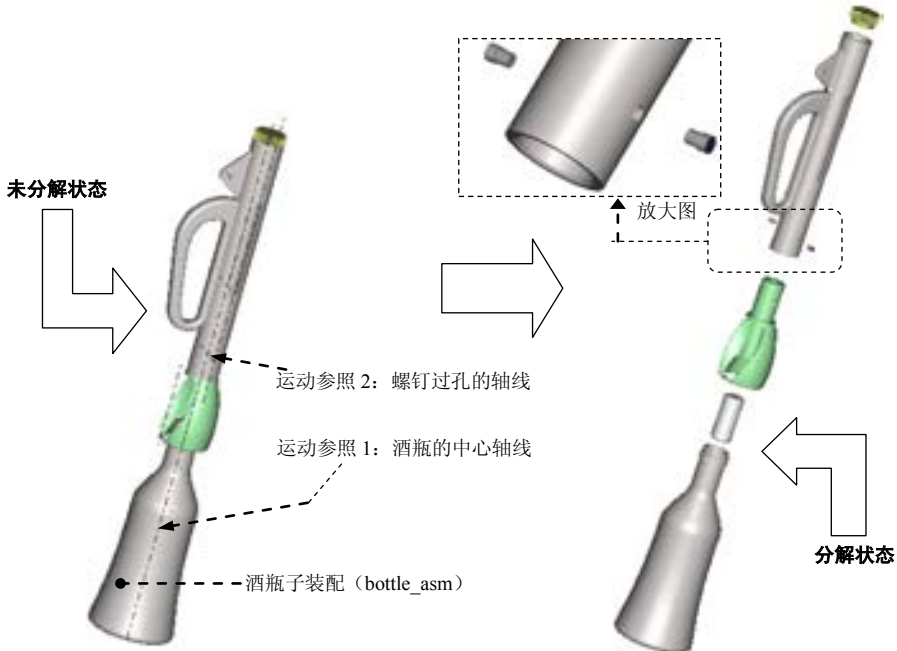

图 9.5.1 装配体的分解图
装配体的分解 (Explode) 状态也叫爆炸状态，就是将装配体中的各零部件沿着直线或坐标轴移动或旋转，使各个零件从装配体中分解出来，如图 9.5.1 所示。分解状态对于表达各元件的相对位置十分有帮助，因而常常用于表达装配体的装配过程以及装配体的构成。
(1) 在“分解位置”操控板中单击“平移”按钮 .
(2) 在图 9.5.3 所示的“分解位置”操控板中激活“单击此处添加项目”, 再选取图 9.5.1 中的酒瓶的中心轴线作为运动参照, 即各零件将沿该中心线平移。
(3) 单击操控板中的 **选项** 按钮, 然后选择 **随子项移动** 复选框。
(1) 在“分解位置”操控板中单击“平移”按钮  (由于前面运动也是平移运动, 可省略本步操作)。
(2) 选择图 9.5.1 中的螺钉过孔的轴线作为运动参照, 即两个固定螺钉将沿该轴线平移。
(3) 单击操控板中的 **选项** 按钮, 然后取消选择 **随子项移动** 复选框。
(4) 分别移动两个紧固螺钉。